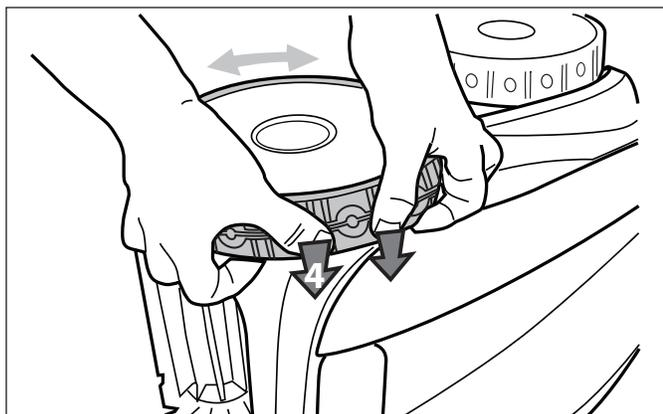

Figura 41. Empuje el neumático dentro de la rueda
- Empuje y coloque la costilla de la parte interior del neumático en la ranura de la rueda. Vea Figura 41. Si es necesario, gire el volante con suavidad para ayudar con la instalación.